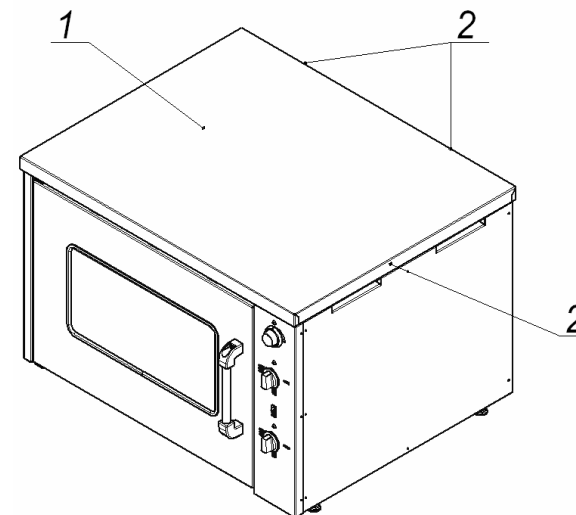

Рис.3
4.1 Шкаф жарочный, секционный, электрический типа ШДК-150 состоит из секций, смонтированных в каркасные рамы и устанавливаемых друг на друга. Верхняя секция накрыта крышкой (рис.3).